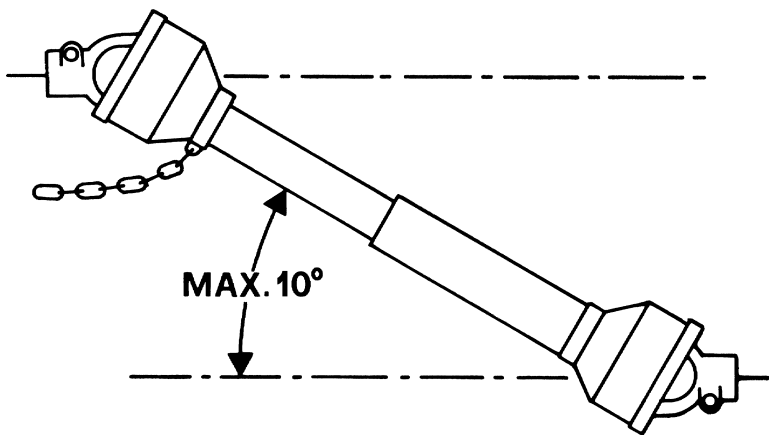

Fig. 4
- 39)** Disinserire, sempre, la presa di forza quando l'albero cardanico fa un angolo troppo aperto (mai oltre i 10 gradi - Fig. 4) e quando non viene usata.
- 39)** Always disengage the pto when the cardan shaft is set at an excessively open angle (never beyond 10 degrees - Fig. 4) and when it is not in use.
- 39)** Die Zapfwelle immer ausschalten, wenn die Gelenkwelle einen zu großen Winkel einnimmt (nie über 10 Grad - Abb. 4) und wenn sie nicht gebraucht wird.
- 39)** Débrayez toujours la prise de force quand l'angle de l'arbre à cardans est trop ouvert (jamais plus de 10 degrés Fig. 4) et lorsque vous ne devez pas l'utiliser.
- 39)** Desactivar, siempre, la toma de fuerza cuando el árbol cardánico hace un ángulo demasiado abierto (nunca superar los 10 grados - Fig. 4) y cuando no la usamos.